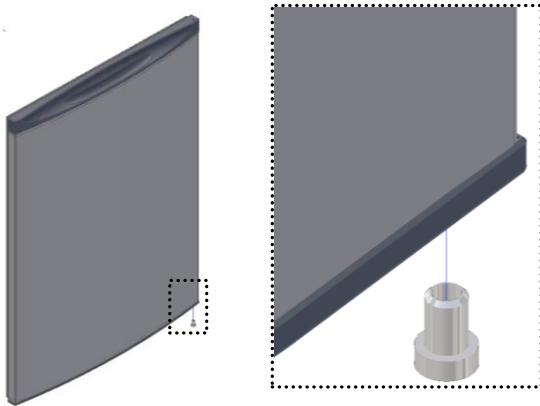

Fig. 7
- Colocar el **casquillo** en la parte inferior de las puertas (fig. 7);